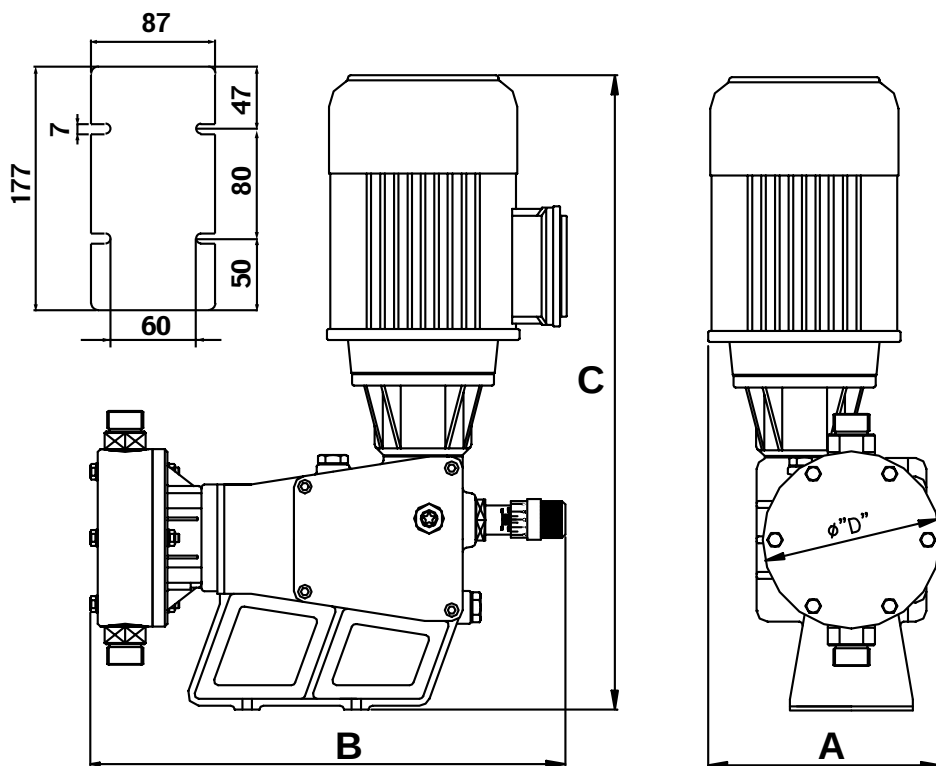

Fig. 2 - Dimensões em mm
- Fixe a bomba com parafusos como indicado na fig. 2 - nos pontos da base.